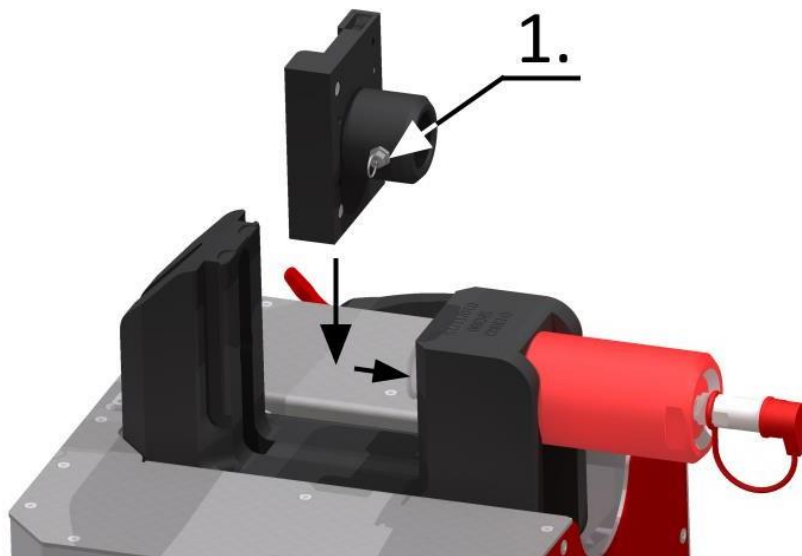

Рис. 16. Встановлення вставки для зміщення.
2. Спочатку встановіть першу вставку (рис. 16, поз. 1) на поршень і переконайтеся, що напрямний штифт суміщений із пазом на поршні.
4. Відтягніть фіксуючий штифт (рис. 16, поз. 1) і зсуньте вставку на поршні до повного зафіксування штифта. Переконайтеся, що вставка надійно закріплена.